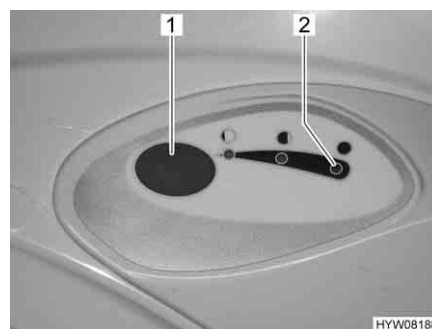

Fig. 203 Pulsante dello sciacquone/spia di controllo toilette Thetford
- Per sciacquare premere il pulsante blu (Fig. 203,1).
La spia di controllo (Fig. 203,2) si accende quando il serbatoio fecale deve essere svuotato.